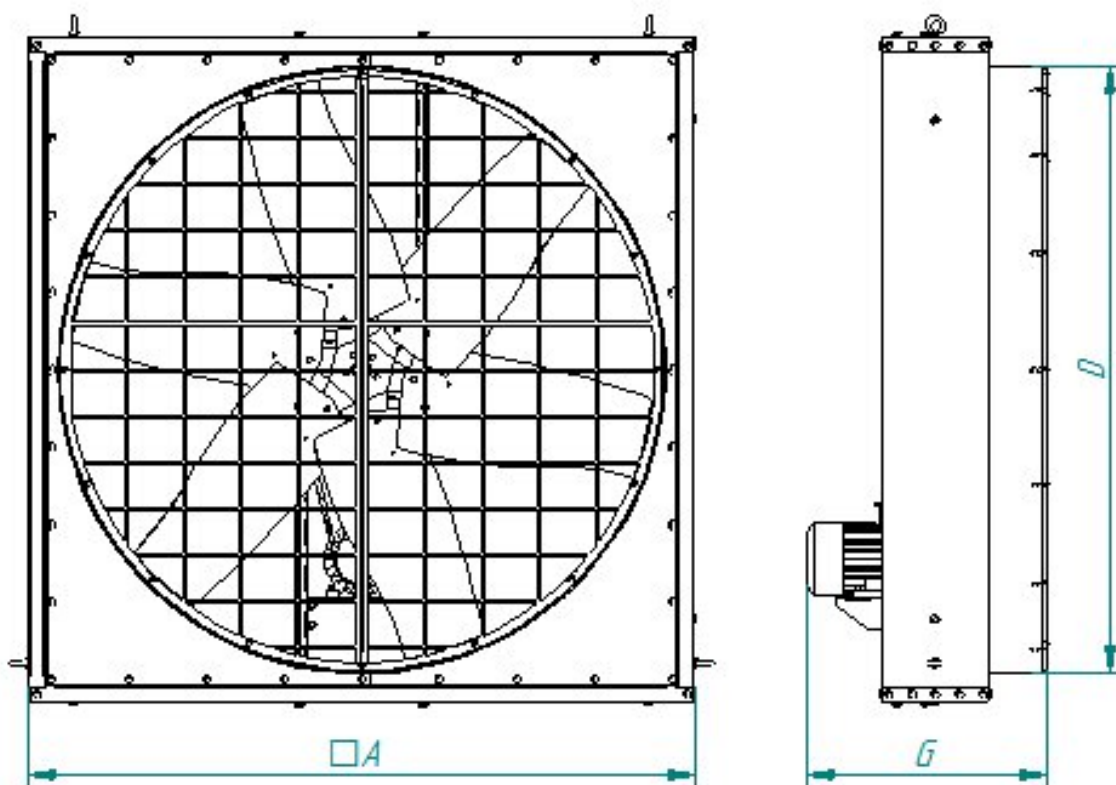

Рисунок 1 Габаритные и присоединительные размеры вентиляторов
1.3.2. Устройство вентиляторов, габаритные, присоединительные и установочные размеры вентиляторов указаны на рис. 1, табл. 1.